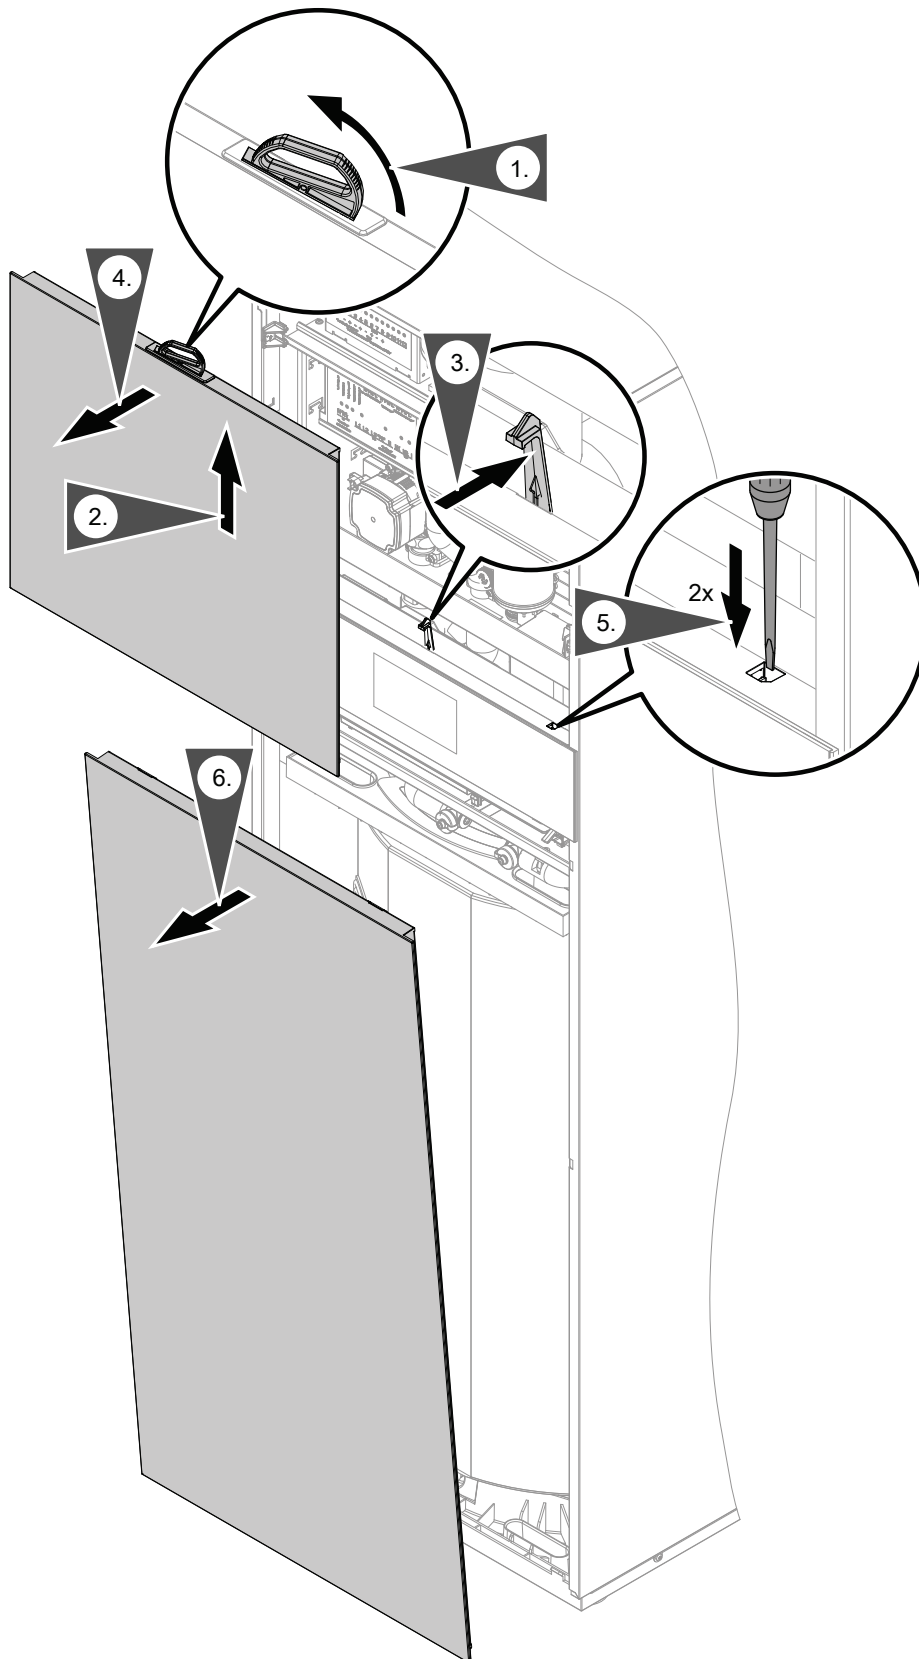

Abb. 18
1. Beide Vorderbleche und rechtes Seitenblech abbauen: Siehe Abb. 18 und 19 Seite 33.